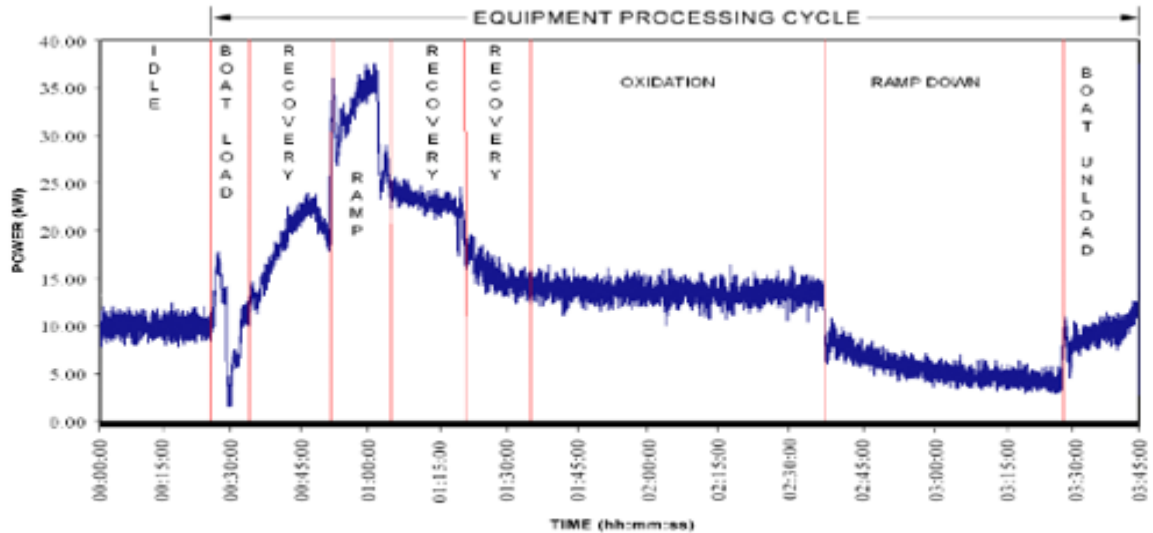

Figure 1
- ❖ SEMI E6의 그림1 (Figure 1) Power Characterization Plot과 Data Sheet 400 – Electrical Power를 활용하여 Sensitive process states 구간을 설정합니다.